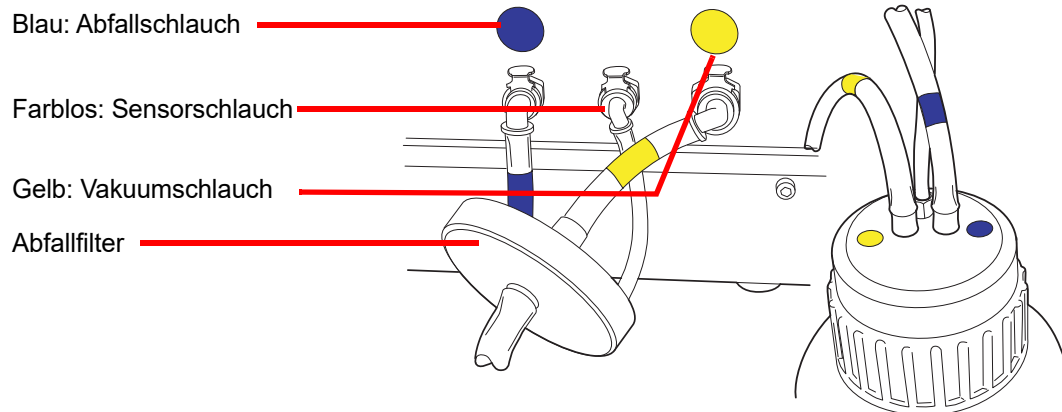

Abb. 2-2 Schlauchverbindungen der Abfallflasche
3. Die drei Anschlüsse für die Abfallflasche an der Rückseite des ThinPrep 5000 Prozessors ausfindig machen. Siehe Abb. 2-2. Die Knöpfe der Anschlüsse müssen nach unten/innen zeigen.